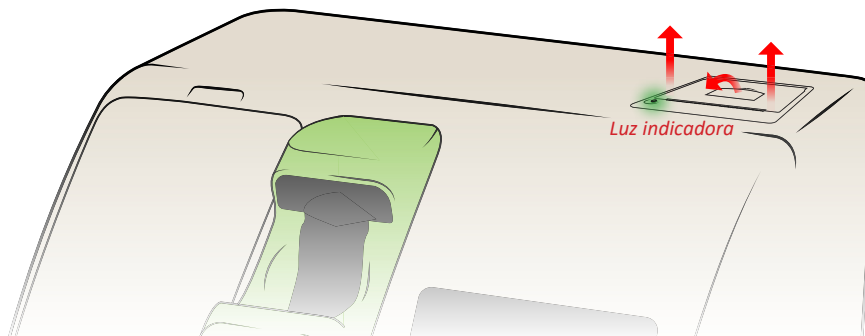

Figura 28
1. Puxe a alavanca na Figura 28 até que a tampa seja liberada de sua posição travada.